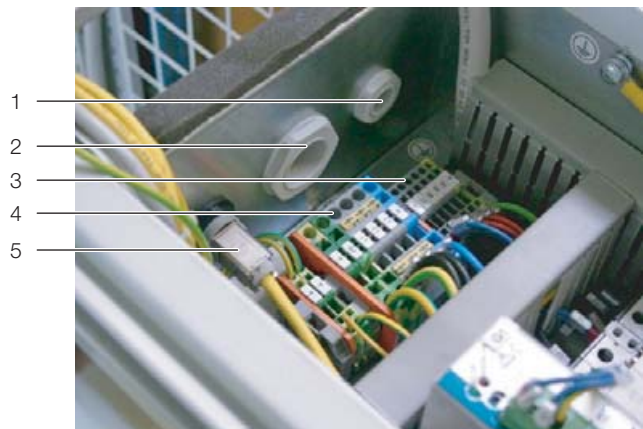

Abb. 29: Anschlussklemmen in der Elektronikbox
- Falls Sie das LCP DX über einen Fernschalter ein- und ausschalten möchten: Entfernen Sie in der Elektronikbox die Brücke zwischen den beiden Klemmen 24 und 27 („Remote On-Off“) und schließen Sie dort potentielfrei einen Fernschalter (Schließer) an (Abb. 29, Pos. 3).